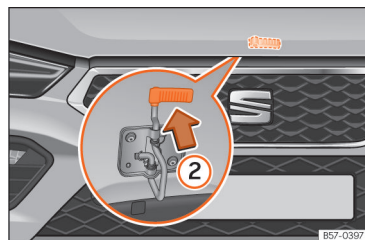

Fig. 206 Alavanca sob o capô.
• Para levantar o capô faça pressão para cima sobre a alavanca situada debaixo do capô >>> **Fig. 206 ②**. O gancho de fixação fica desbloqueado.